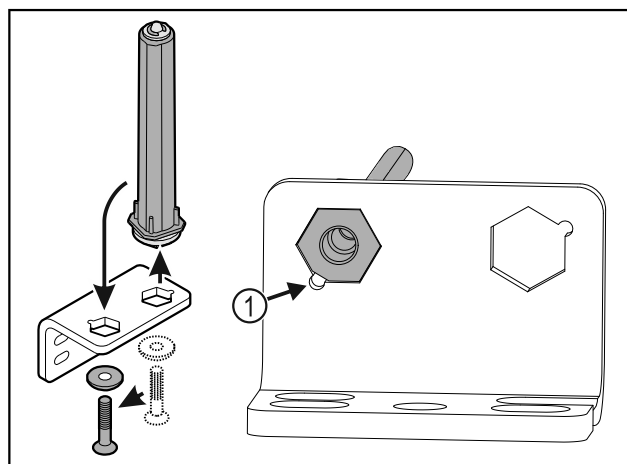

Fig. 39
- ▶ Uzmaniet, lai ievietošanas laikā tapas nošļaupums Fig. 39 (1) būtu vērsts pret apaļo caurumu.